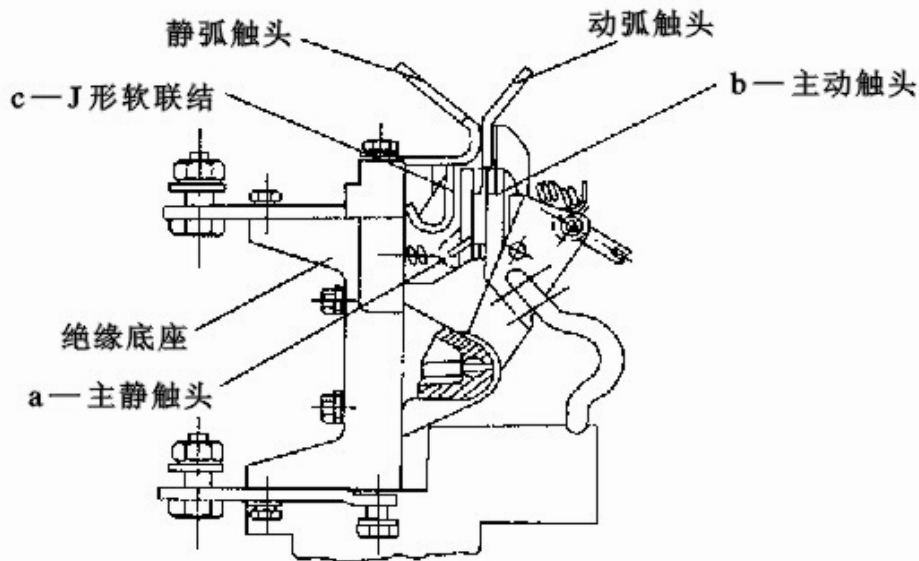

图10 触头系统结构示意图
4.2 ME系列断路器的触头系统见图10所示，每相触头系统由主、弧触头等元件组成，通过绝缘底座安装于断路器的底架上。结构尺寸1的断路器每相为一组触头系统，结构尺寸2到4的断路器每相为2组到4组触头系统并联组成。触头系统的结构布置利用静主触头“a”与动主触头“b”间平行流过同方向电流获得电动吸力补偿，同时，静主触头“a”软联结“c”之间平行流过相反方向电流获得电动斥力补偿，提高了断路器的接通能力，断路器闭合时弧触头先接通，然后主触头接通，断开则相反。